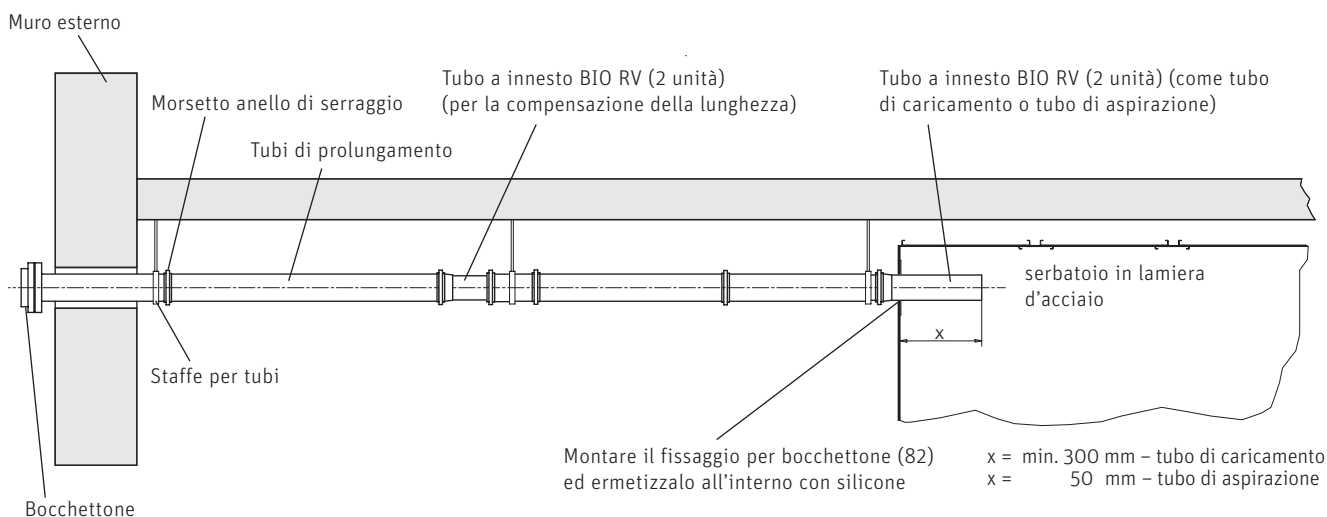
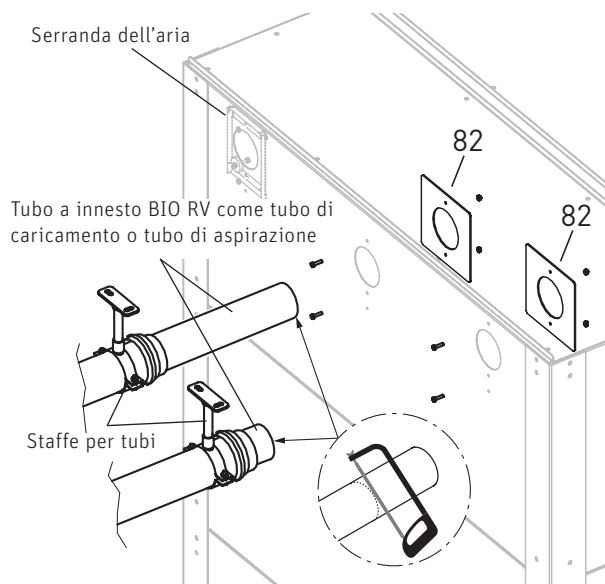

Fig. 19 Bocchettone con tubo di prolungamento e serbatoio in lamiera d'acciaio – vista laterale
Fig. 20 Montaggio dei tubi di prolungamento
Il **tubo di caricamento (tubo a innesto BIO RV)** deve sporgere di **300 mm** all'interno del serbatoio, mentre il **tubo di aspirazione (tubo a innesto BIO RV)** deve sporgervi di **50 mm**; eventualmente accorciarli – Fig. 20. Fissare i tubi all'esterno con staffe per tubi.
Avvitare ciascuno dei 2 fissaggi dei bocchettoni (82) con 2 viti M6 x 40 e relativi dadi e chiudere a tenuta la fessura interna con silicone – Fig. 19, Fig. 20.